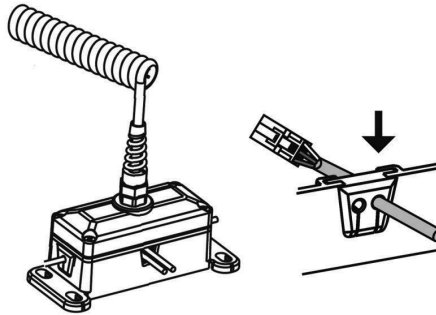

Bild 2 – Kabeleingang in die Verteilerbox
- Verlegen Sie die Kabel von den Sicherheitssensoren durch die Dichteinsätze in die Verteilerbox (Bild 2). Wählen Sie im Voraus Dichteinsätze aus den Schalteinheiten (für Kabel $\varnothing 3,4\text{mm}$ – 3 Stück, für Kabel $\varnothing 4,4\text{mm}$ – 1 Stück).